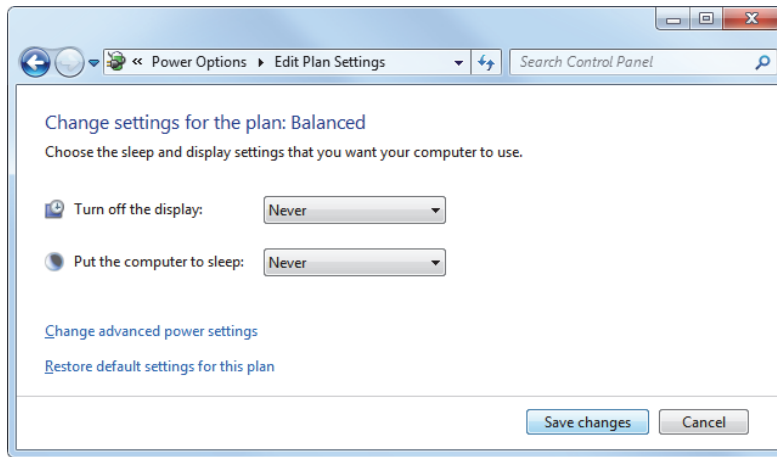

Рис. 4-2 Настройка параметров питания в Windows 7
- b) В появившемся диалоговом окне установите оба параметра **Отключать дисплей** и **Переводить компьютер в спящий режим** на **Никогда** (см. Рис. 4-2 на стр. 41).